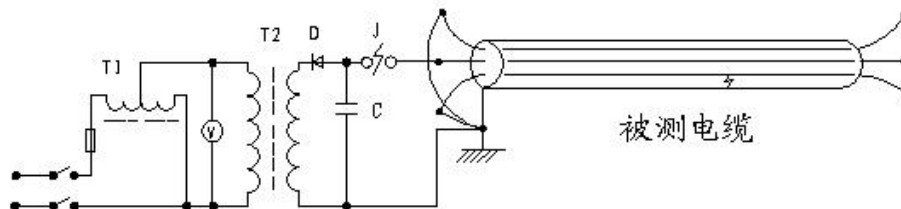

图9. 冲闪法放电接线图
- 1) 给被测试电缆施加冲击高压，迫使故障点有节律地放电。冲击放电接线图如图 9 所示。
- 2) 给故障电缆施加冲击电压，迫使故障点有节律地放电。冲击放电接线图见图 9 所示，故障点放电于否是测试与定点成功的关键。判断故障闪络放电，在一般情况下，6KV 以上电缆高压一次侧放电电流应在 10A 左右；低压电缆放电电流应在 4A 左右，可认定故障点已放电。